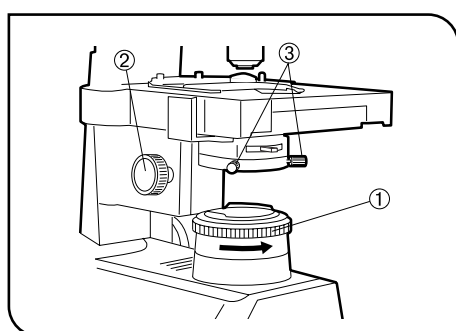

Abb. 15
## 1 Zentrieren der Leuchtblende (Abb. 15 & 16)
1. Das 10X-Objektiv einschwenken und das Objekt scharfstellen. Den Leuchtblendenring ① gegen den Uhrzeigersinn drehen, um die Blende nahezu auf ihre kleinste Öffnungsweite einzustellen.
2. Den Einstellknopf für die Kondensorhöhe ② drehen, um das Bild der Leuchtblende scharfzustellen.
3. Die beiden Zentrierschrauben für die Zusatzlinsen ③ durch Drehen so einstellen, dass sich das Bild der Leuchtblende in der Mitte des Sehfeldes der Okulare befindet. (Abb. 15 & 16)